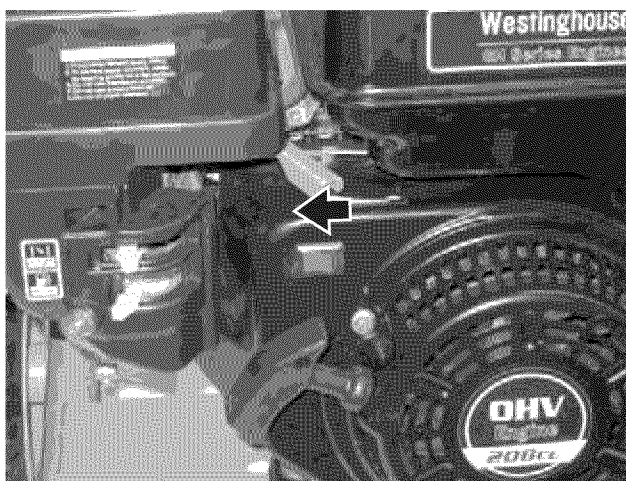

Figura 41 – Interruptor ON/OFF (Encendido/Apagado)
4. Mueva el interruptor ON/OFF (encendido/apagado) del motor hasta la posición ON (encendido) (I) (Ver Figura 41).